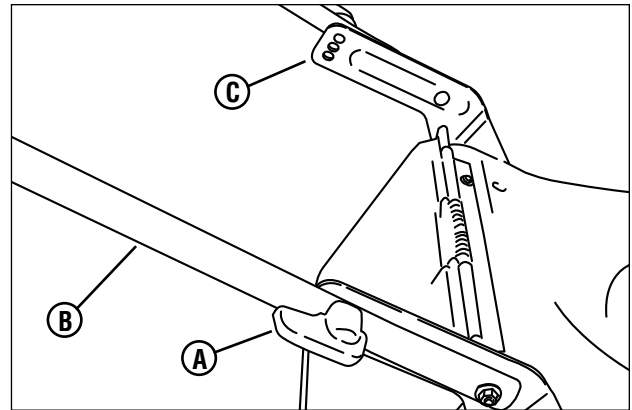

Figura 4: ajuste de la altura de la manija
1. Gire las perillas (A, Figura 4) de los lados de la manija inferior (B) para retraer los pasadores de sujeción. Alinee la manija inferior con el juego de agujeros correspondiente de los soportes de manija (C). Gire las perillas para liberar los pasadores de sujeción y asegurar la manija inferior.